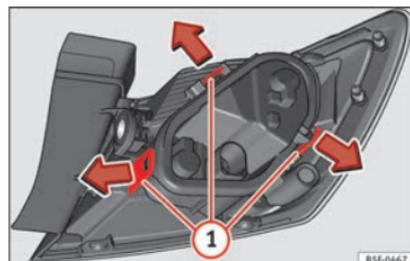

Fig. 112 Languettes de fixation au dos du feu arrière.
- Démontez la porte-ampoule » **fig. 112** en déverrouillant les languettes de fixation ①.